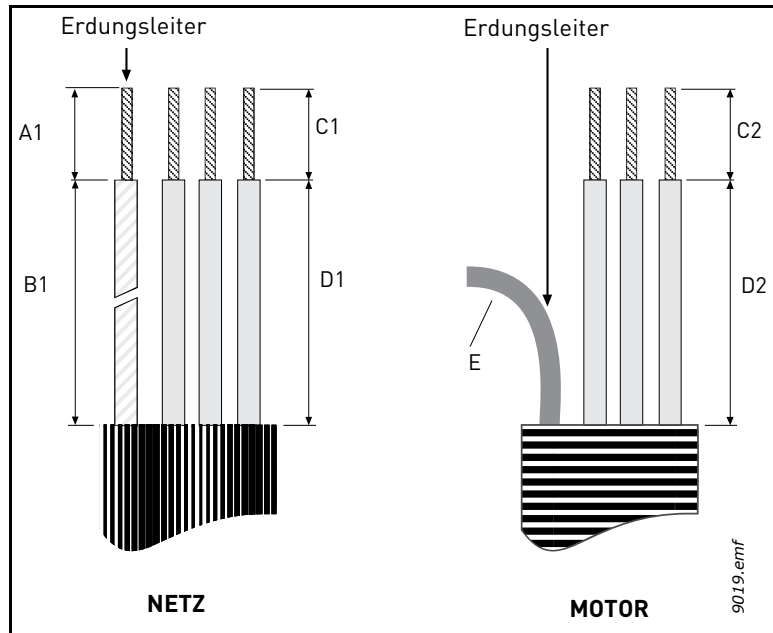
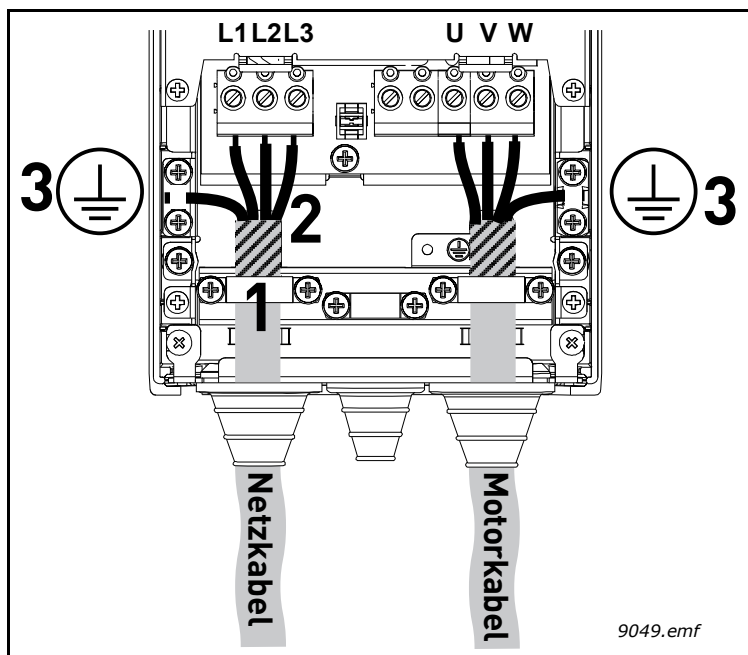

Abbildung 22. Abisolierung von Kabeln
Abbildung 29.
- Schließen Sie die abisolierten Kabel (siehe Abbildung 22 und Tabelle 19) an, wie in Abbildung 29 dargestellt.
- Legen Sie die Abschirmungen aller drei Kabel frei, um eine 360-Grad-Verbindung mit der EMV-Erdungsklemme herzustellen (1).
- Schließen Sie die (Phasen-)Leiter der Stromversorgung sowie die Brems- und Motorkabel an die entsprechenden Klemmen an (2).
- Verdrillen Sie die übrigen Kabelabschirmungen der drei Kabel, und stellen Sie eine Schutzleitung über eine Klemme her (siehe Abbildung 29) (3).